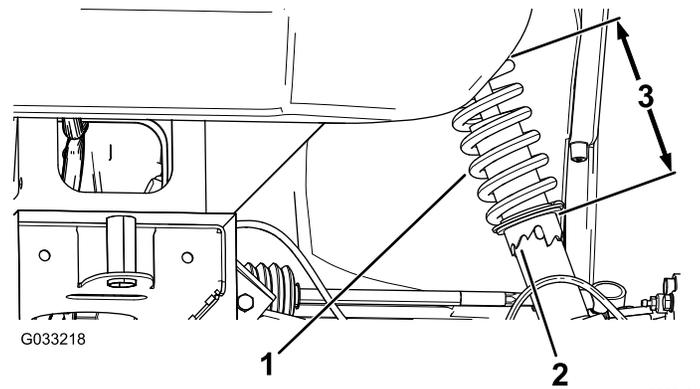

Figura 52
2. Si la caída de la rueda no está alineada, utilice la llave de gancho para girar el collarín del amortiguador y alinear la rueda (Figura 52).